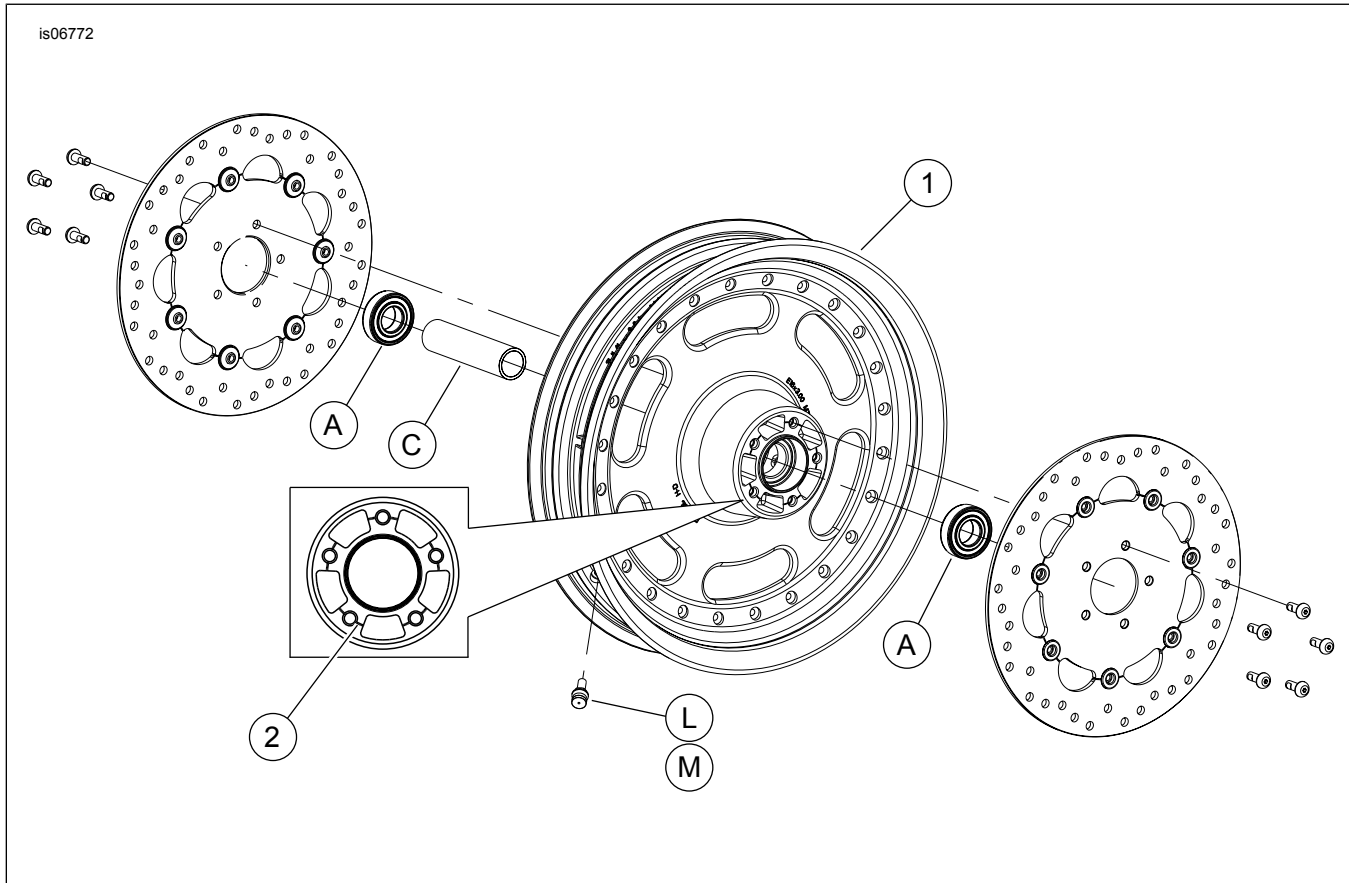

Abbildung 1. Ersatzteile: Fat Bob „Cutback“-Vorderrad
2. Siehe Abbildung 1. Die Ventilschaft-Baugruppe (L) am Rad anbringen. Siehe Werkstatthandbuch.